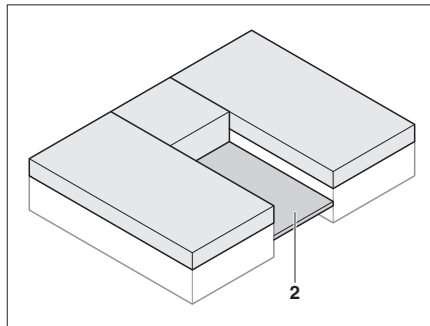

Bild 75 Dra ut ribbotten
- Dra ut ribbotten (Bild 75,2) mellan enkelsängarna.